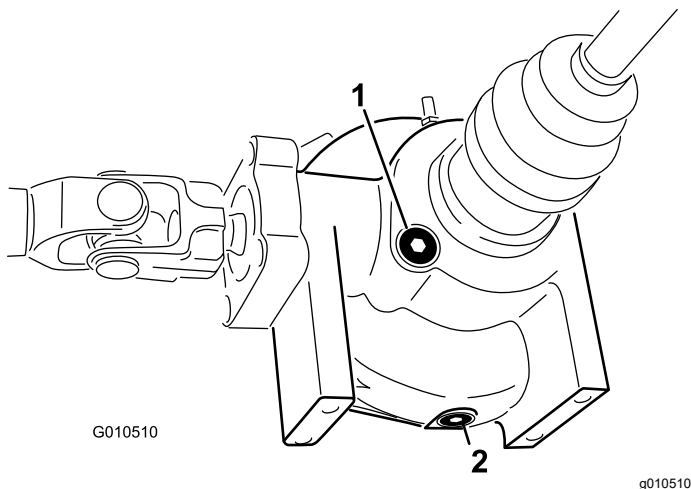

Bild 52
2. Reinigen Sie den Bereich um die Ablassschraube an der Seite des Differenzials (Bild 52).